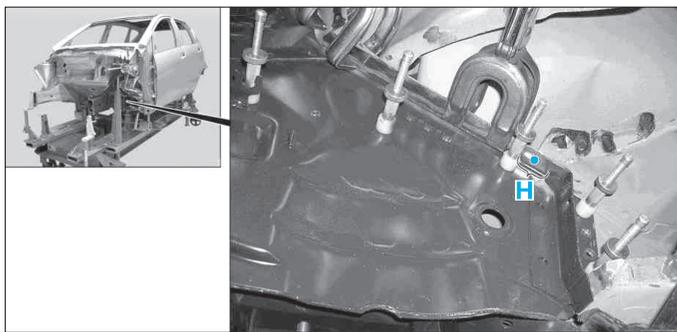

FIG. 26
- Souder les points dans la zone (H) (Fig.26).